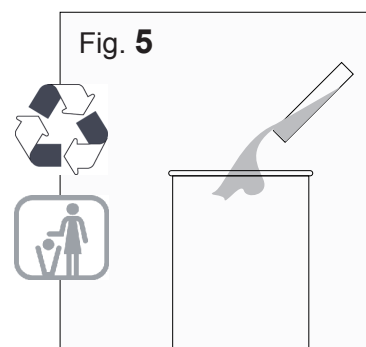

Fig. 5
- Estrarre dalla propria sede il contenitore e vuotarlo seguendo le procedure di smaltimento vigenti nel paese di utilizzazione (Fig. 4 Part. D. Fig. 5).